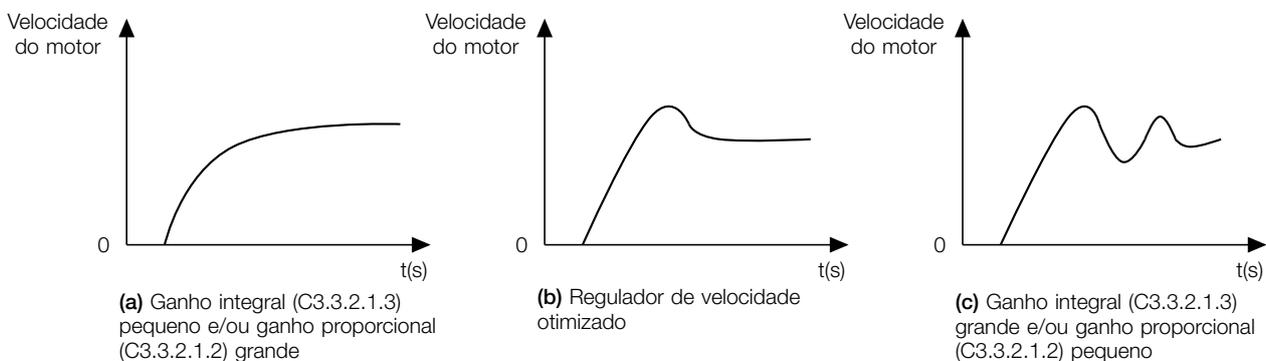

Figura 11.10: (a), (b) e (c) - Tipos de resposta do regulador de velocidade
6. Verifique dentre as opções da Figura 11.10 qual a forma de onda que melhor representa o sinal lido.
7. Ajuste C3.3.2.1.2 e C3.3.2.1.3 em função do tipo de resposta apresentada na Figura 11.10.